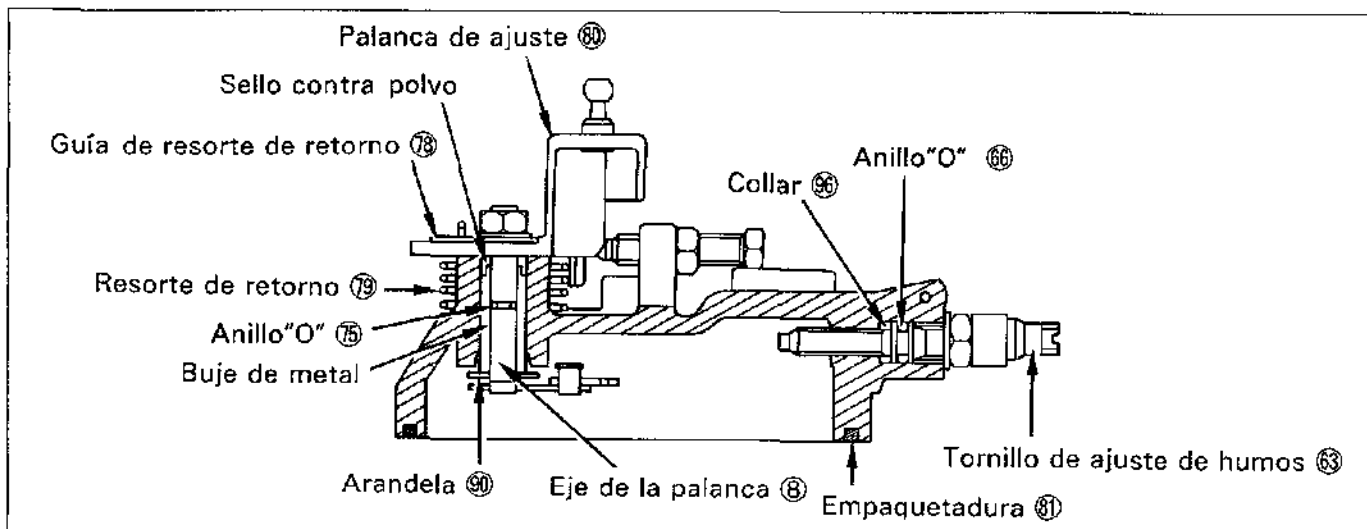

Figura.14-58 Montaje de las partes de la cubierta del regulador(Regulador de todas las velocidades)
(1) Instale los tornillos de ajuste de ralentí y de alta velocidad, junto con las contratuercas en sus posiciones apropiadas.
(2) Instale la empaquetadura de la cubierta ⑧① en la cubierta ③.
(3) Asegúrese de que la arandela del eje de control ⑨⑩ esté instalada y ponga un nuevo anillo "O" ⑦⑤ en el eje de la palanca ⑧. Monte la herramienta de montaje de la palanca (STT) en el eje de la palanca e inserte el eje por la cubierta. Una vez el eje de la palanca esté en su lugar, extraiga la herramienta. (Vea la figura.14-58)